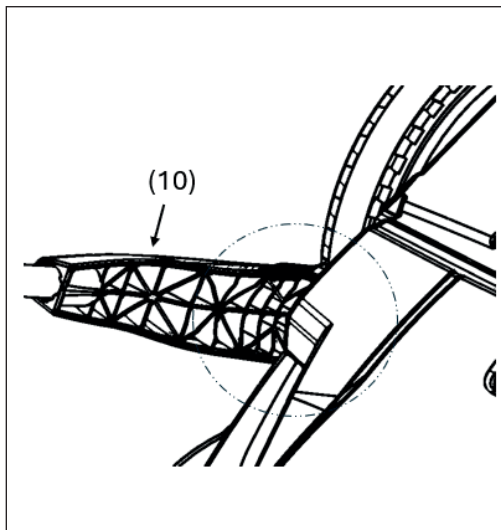

Abb. 9: Demontering af skubbebøjlen
1. Flyt skubbestangen på plads, så stangen i håndtagsbeslaget (10) flugter med kanten af dækslet (Abb. 9). I denne position er låsen i håndtagsbeslaget på linje med rillen i rammen, og håndtagsbeslaget kan fjernes med et let udadgående tryk.